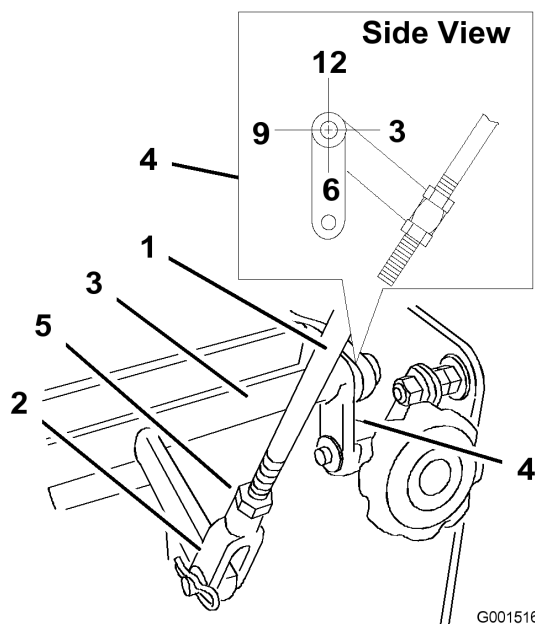

Figure 34
4. Vérifiez l'orientation des languettes aux extrémités de la manivelle de commande de vitesse. Ces languettes doivent être dirigées vers le bas, à la position 6 heures approximativement (Figure 34).
5. Ajustez la chape filetée au bas de la biellette de changement de vitesses jusqu'à ce que les languettes soient placées à la position 6 heures (Figure 34).